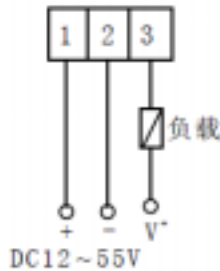

图 2. 直流 12~55V
- 直流 12~55V 供电集电极开路输出时的系统连线如图 2 所示。